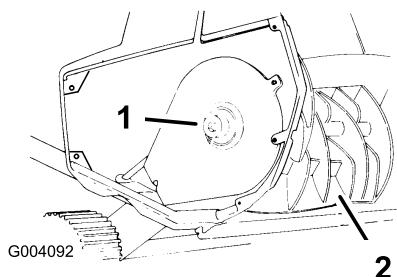

Figura 14
- Usate una chiave Allen da 5/16 poll. per girare in senso orario l'albero del rotore (filettatura sinistrorsa) mentre tenete fermo il rotore (Figura 14).